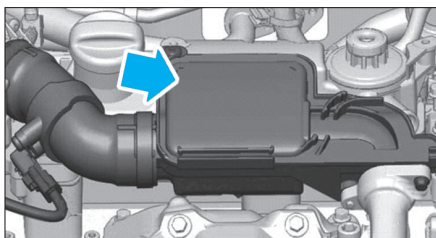

Fig. 51
- Déposer le système d'admission d'air intégré inférieur (Fig.51).